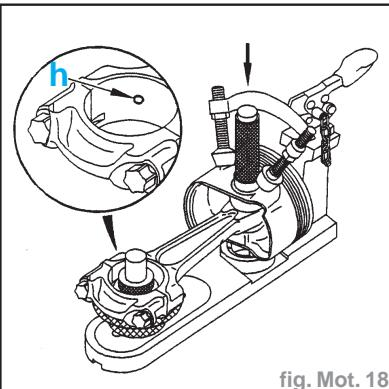

fig. Mot. 18
- Placer la bielle dans le piston, en orientant le trou de graissage "h" (fig. Mot. 18).
- Engager rapidement l'axe (1) jusqu'en butée.